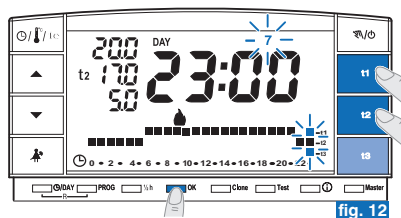

fig. 12
- Después de registrar el perfil térmico para el día **Domingo (7)**, pulsar **OK** (ejemplo fig. 12) para memorizarla y volver a visualizar el día **Lunes (1)** luego **pulsar nuevamente la tecla OK por 4 segundos** (ejemplo fig. 13); con esta operación **se graba todo el programa la de semana**.